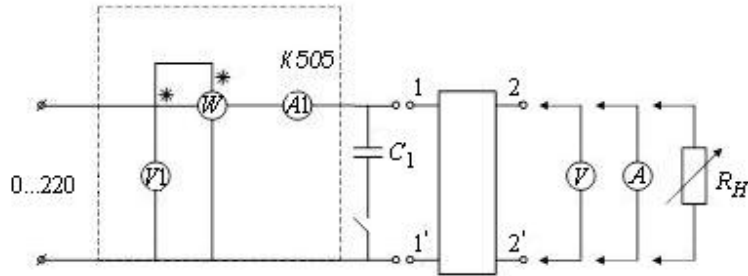

Рисунок 12.1 – Схема эксперимента
12.3.1 Используя схему (рисунок 12.1), исследовать работу четырехполюсника в режимах прямого и обратного холостого хода, прямого и обратного короткого замыкания. Для исследования можно принять один из вариантов четырехполюсника, приведенных на рисунке 12.2, $C_\sigma \approx 6 \dots 8$ мкФ, либо собственный вариант по согласованию с преподавателем. Опыты короткого замыкания следует проводить при пониженном напряжении. В каждом опыте, помимо измерения токов, напряжений и мощности со стороны питания, необходимо выяснить знак угла φ между напряжением и током, для чего служит емкость C_1 . После проведения всех измерений к питающим зажимам четырехполюсника подключают (небольшую) емкость C , если при этом ток через амперметр A_1 возрастает, то \underline{Z}_{BX} имеет емкостной характер (угол φ отрицательный), если ток уменьшается, то \underline{Z}_{BX} имеет индуктивный характер (угол φ положительный). Результаты внести в таблицу 12.1.